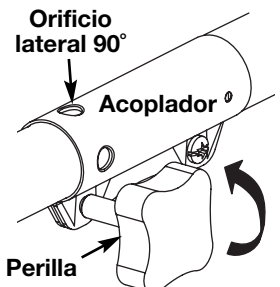
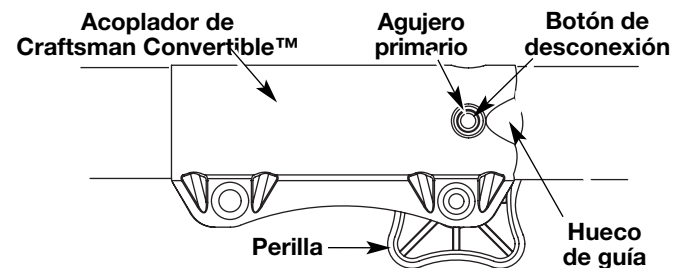

Fig. 11
Fig. 12
1. Gire la perilla en sentido antihorario para aflojar el acoplador (Fig. 11, p. 8).
2. Mientras sostiene con firmeza el accesorio, empújelo en línea recta dentro del acoplador hasta que el botón de liberar se trabe en el agujero primario (Fig. 12, p. 8).
**NOTA:** Alinear el botón de liberar con la muesca de guía (Fig. 12, p. 8) facilitará la instalación.
2. Gire la perilla en sentido antihorario para aflojarla (Fig. 11).
3. Oprima y sostenga el botón de desconexión (Fig. 12) y gírelo con firmeza 90° en cualquier dirección (según el modo en que quiere recortar el borde) (Fig. 11).
2. De vuelta a la perilla a la izquierda para aflojar el acoplador (Fig. 11).
3. Mientras que firmemente sostiene el accesorio, empújelo derecho en el acoplador hasta el botón liberador (Fig. 12) se encaja a presión hacia el agujero primario (Fig. 12). El agujero primario está en el lado opuesto del acoplador de la perilla (Fig. 12). La alineación del botón de desconexión con el hueco de guía facilitará la instalación (Fig. 12).
3. Oprima y sostenga el botón de desconexión (Fig. 12).